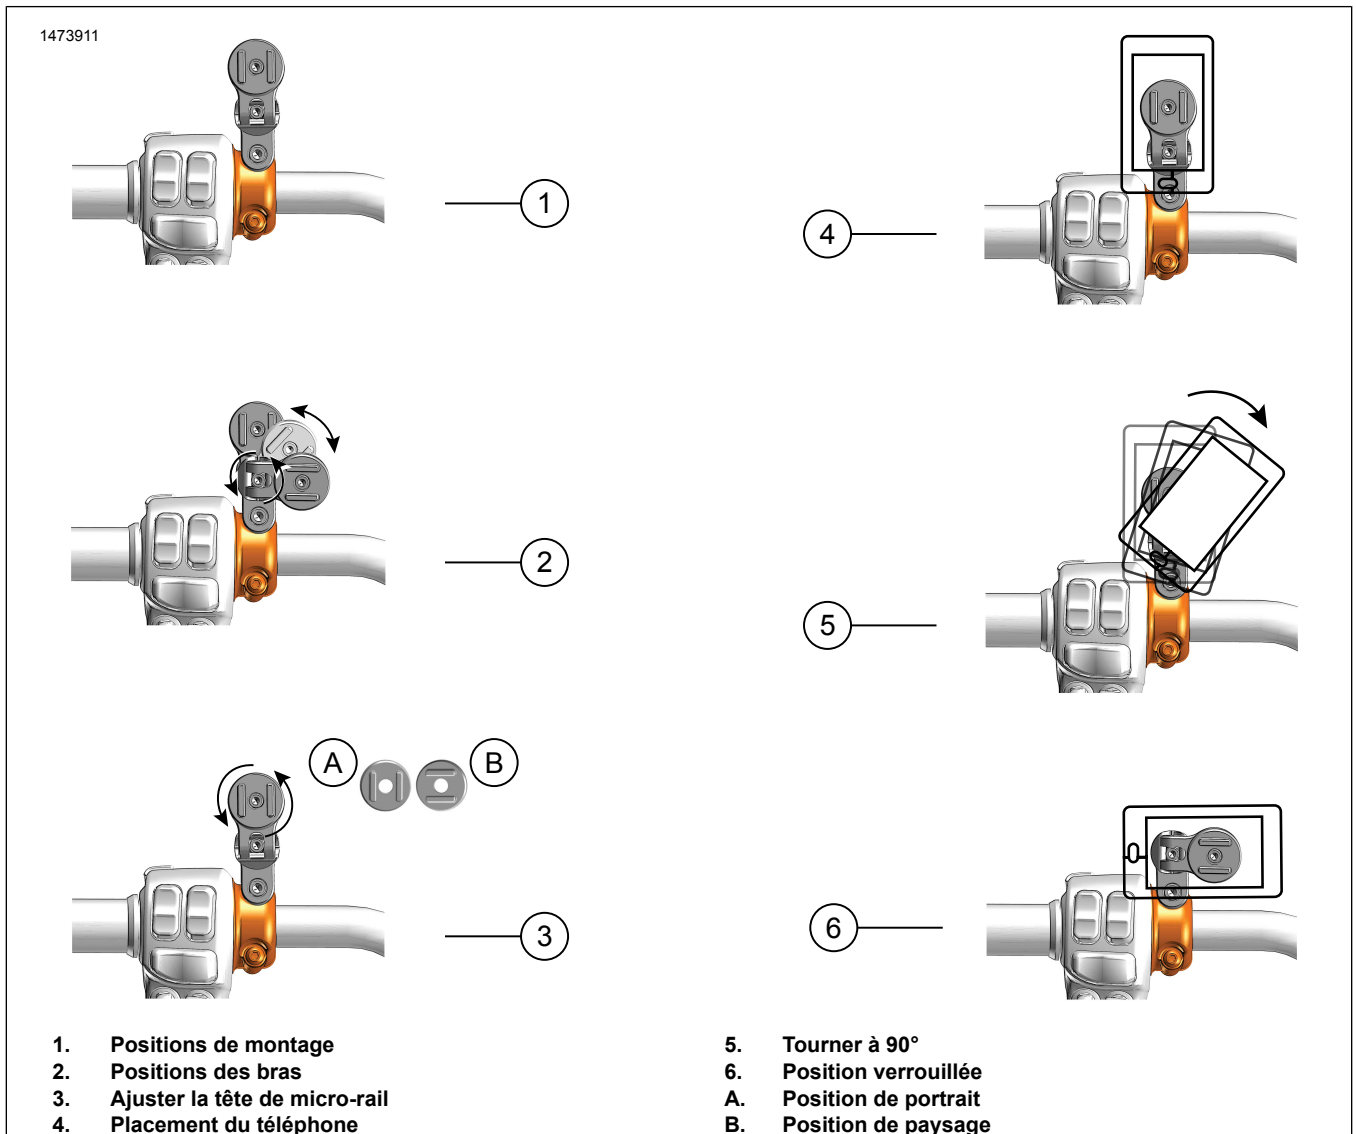

Figure 5. Options de montage et de positionnement du téléphone
1. Figure 5 Installer le téléphone pour le monter.